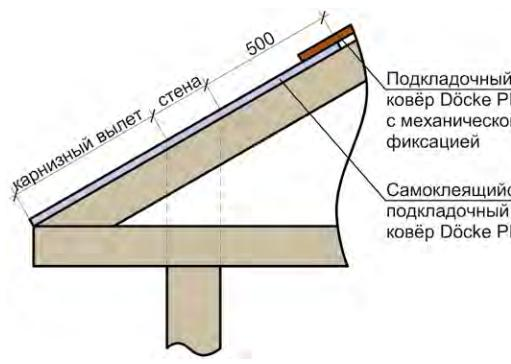
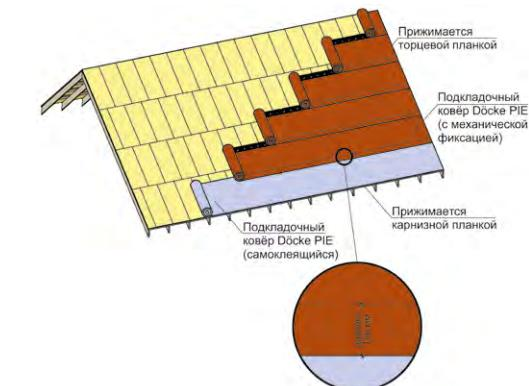

Рис. 8. Схема укладки самоклеящихся подкладочных ковров на карнизный свес.
Рис. 10. Схема расположения подкладочного ковра Döcke (последовательность укладки полотен в соответствии с п. 4.1.2).
4.1.3 В ендову и вдоль карнизного свеса рекомендуется укладывать самоклеящийся подкладочный ковёр Döcke. Величина карнизного свеса равна величине карнизного вылета плюс часть ската над стеной плюс 500 мм (рис. 8). Оставшуюся поверхность скатов допускается укрывать подкладочными коврами Döcke с механической фиксацией (рис. 10, рис 12). Также допускается монтаж самоклеящихся подкладочных ковров Döcke по всей площади кровли.
4.1.8 Крепёж подкладочного ковра – тип 1 (таблица №1). Схема крепления полотен подкладочных ковров Döcke показана на рис. 10. Самоклеящиеся ковры Döcke вдоль карниза снизу прижимаются карнизными планками (п. 5).